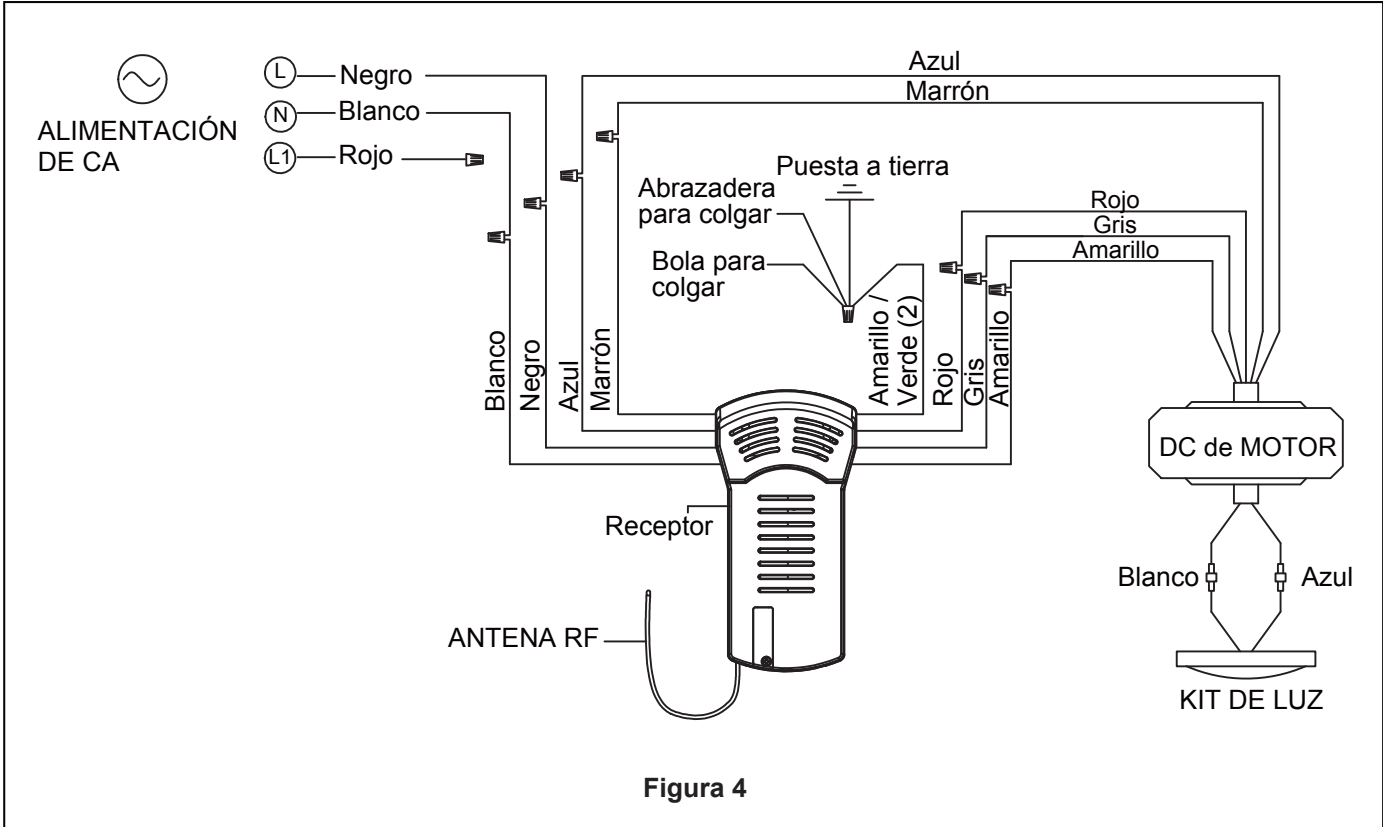

Figura 4
4. Coloque el soporte de la varilla y alinee los orificios de la clavija de horquilla en ambas piezas. Instale la clavija de horquilla y asegúrela con la pinza de horquilla. Instale los set de tornillos con tuercas en el soporte de la varilla. Fije con seguridad el set de tornillos con el destornillador y luego fije bien las tuercas con una llave hexagonal. (Figura 4)
- ☐ 3. Con cuidado, levante el ventilador y apoye la unidad del barral/de la semiesfera en el soporte de suspensión que acaba de fijar a la caja de conexiones. (Figura 4) Asegúrese de que la ranura en la semiesfera esté alineada con el reborde del soporte de suspensión. (Figura 3)
3. Realice las conexiones de cables al bloque del terminal como se muestra en la Figura 4.
Instale la cubierta del cable del kit de iluminación en la ensamble de la placa de iluminación usando las dos ranuras con clave. Sustituya el tornillo extraído y fije bien los tres tornillos. (Figura 4)
- ☐ 4. Para que el ventilador sea funcional, instale las pila (incluidas) de 3V en el transmisor del mando a distancia. Mientras el ventilador esté apagado. A continuación, siga el proceso de fijación remota de código. Si no se utiliza el ventilador durante un largo periodo de tiempo, extraiga la batería para evitar cualquier daño al transmisor. Almacene el mando a distancia en un lugar alejado del calor o la humedad excesiva. (Figura 4)